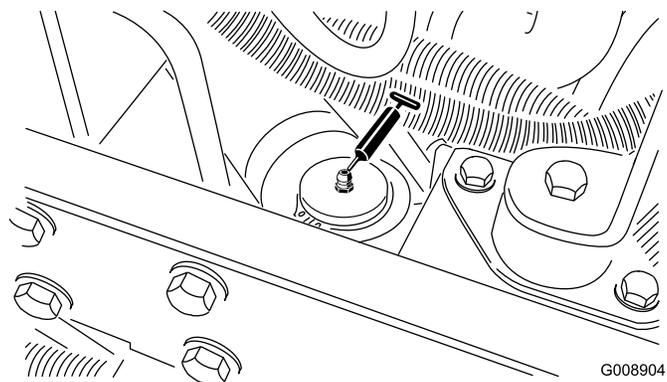

Figure 40
- Vérin de direction (Figure 40).